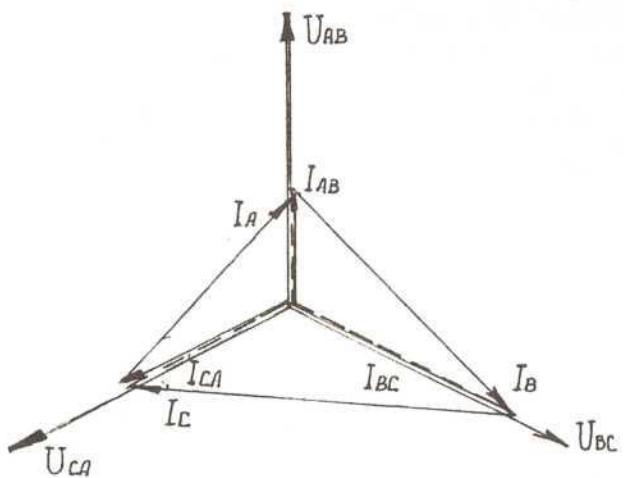

Рис.24
5) Построение векторной диаграммы (рис.24).
должны быть построены так, как в примере 12 (рис. 24.), а векторы фазных токов отстают от своих напряжений на угол $\varphi = \arccos \varphi$ (как в примере 10, рис. 20).